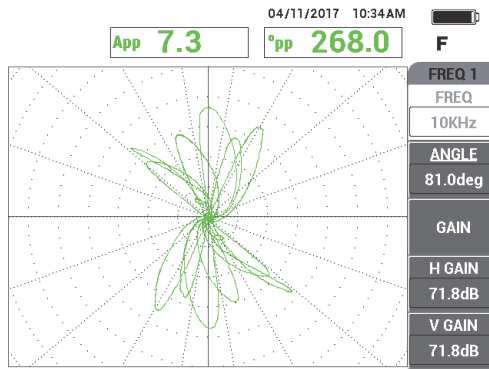

Abbildung 5-164 Prüfung des Rohrs zwischen Hilfsring und Thru-Wall-Loch
10. Prüfen Sie das Rohr zwischen dem Hilfsring und dem Thru-Wall-Loch von 1,3 mm, um die Justierung für Frequenz 1 zu überprüfen (siehe Abbildung 5-164 auf Seite 261).